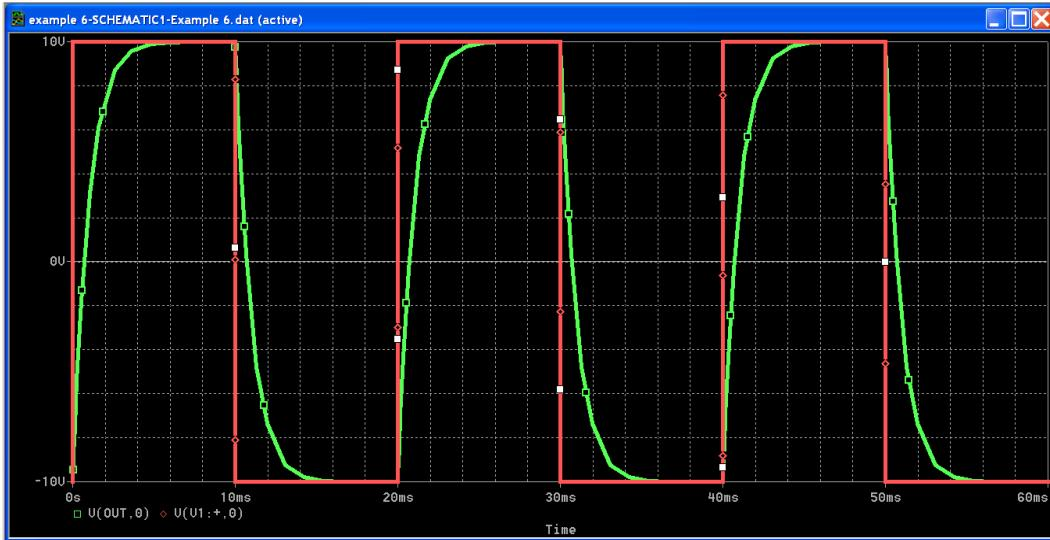
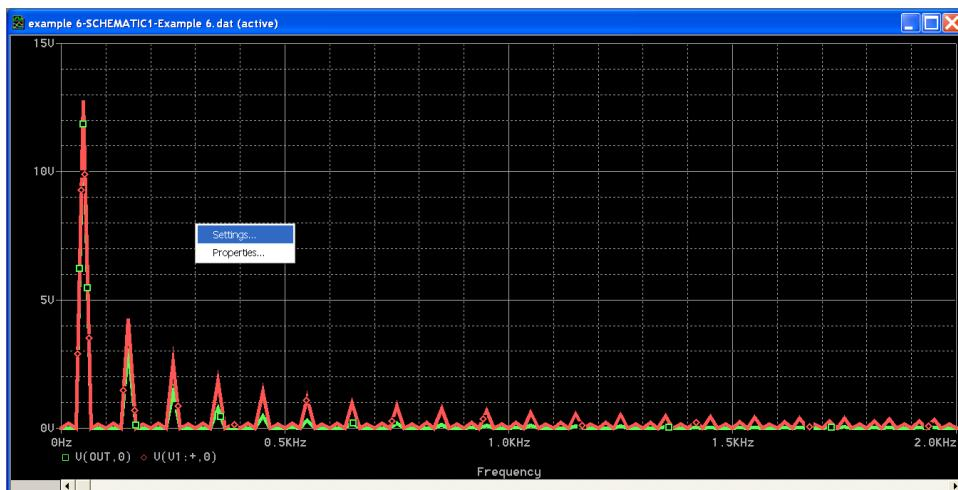
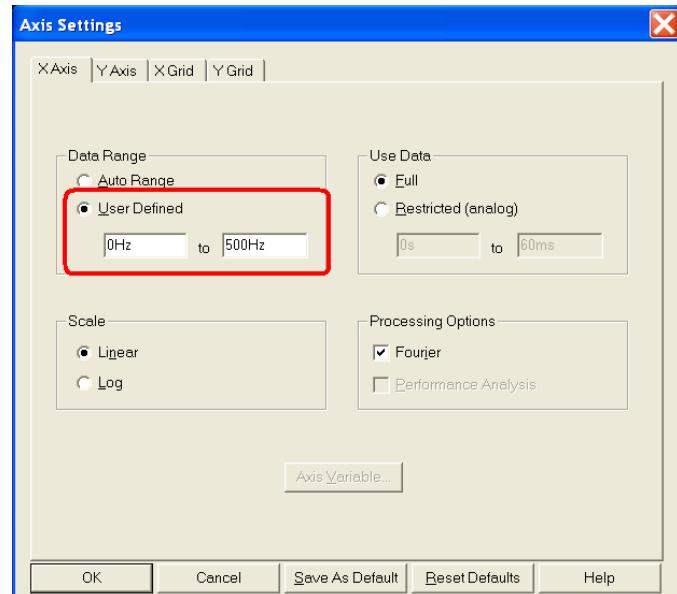
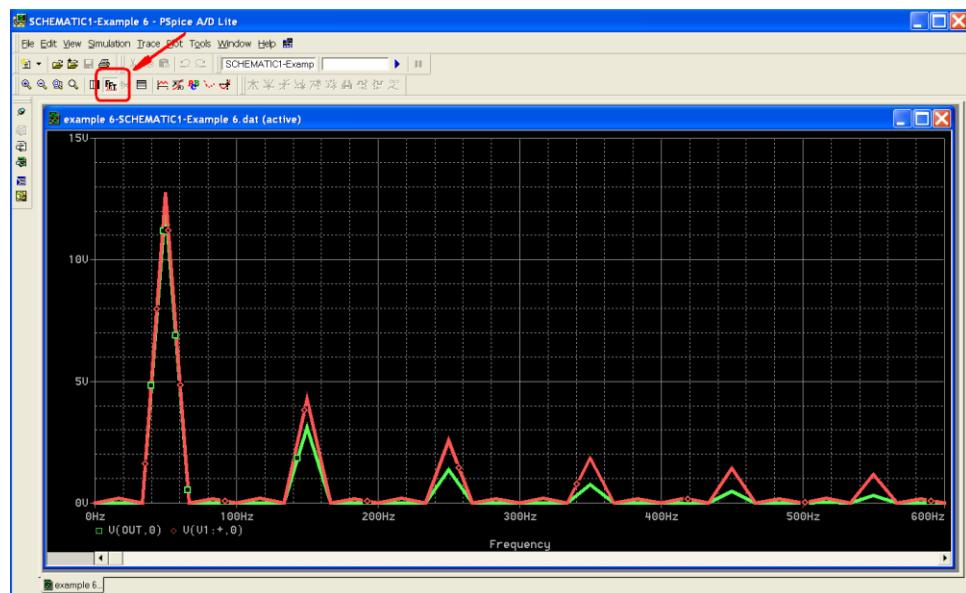

图 48. 运算结果
图 49. 傅里叶变换结果
图 50. 调节 X 轴长度到 500Hz
图 51. 最后的傅里叶变换结果
7.5 RUN 以后查看运算结果. (图 48)
- 1) 得到图 48 的结果以后在 Tool Bar 上面按这个  就可得到傅里叶变换结果, 见图 49.
- 2) 如果想看得清楚一点可以 Right Click->Settings (见图 49), 调节 X 轴长度到 500Hz, 见图 50. 最后的傅里叶变换结果显示在图 51 上.